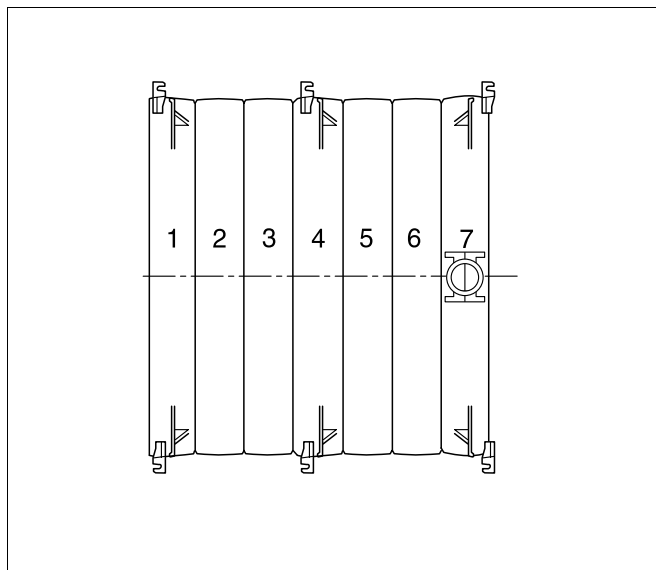

Fig. 34 Vue de dessus ; bloc chaudière (7 éléments) avec consoles
- Visser légèrement les consoles pour la jaquette de la chaudière sur les ailettes supérieures de la chaudière à droite et à gauche, suivant le tableau ci-dessous ainsi que selon les figures 34 et 35.